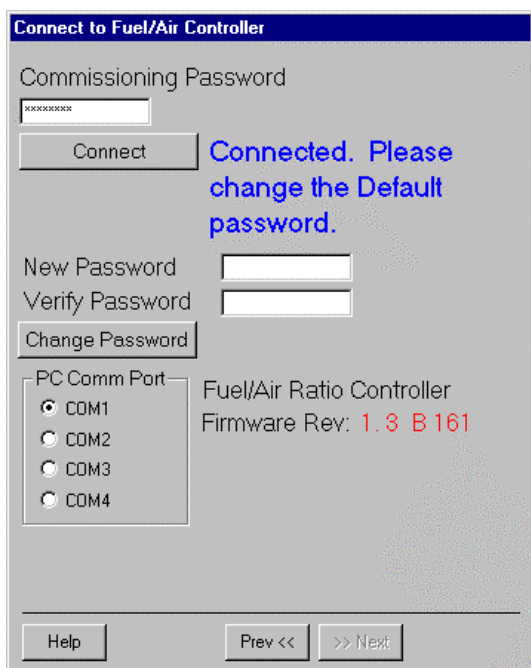
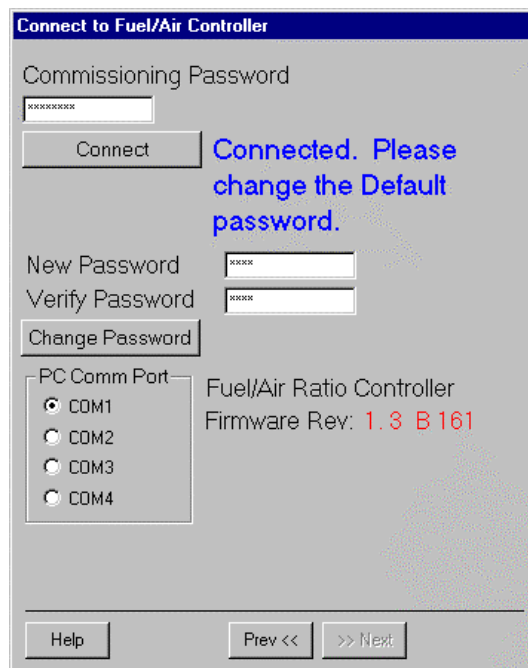

図 3：接続完了
図 4：パスワードの変更
- コミッショニング運転のパスワード**：システムに接続する前に Press here に有効なパスワードを入力することが必要です。図 3、図 4 を参照してください。